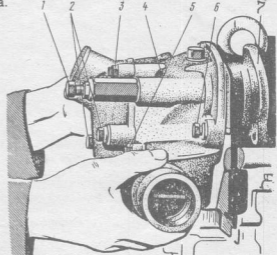

Рис. 26. Снятие коробки термостатов:
79. Отвернуть болты 5 (Рис. 26) с шайбами крепления соединительного фланца 7 коробки термостатов, отвернуть болты 6 с шайбами крепления коробки термостатов, снять коробку термостатов 4